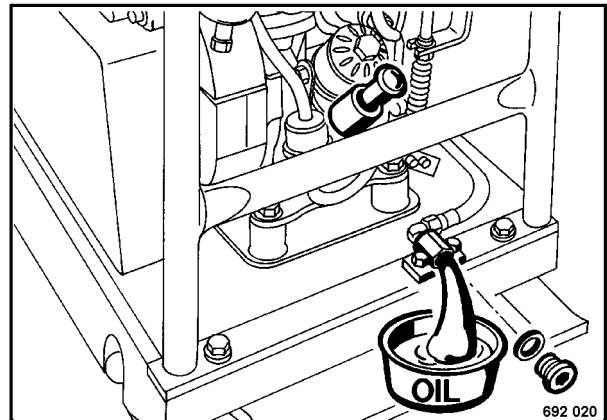

Fig. 2
- Extraer la varilla de medición del aceite (Fig. 2).